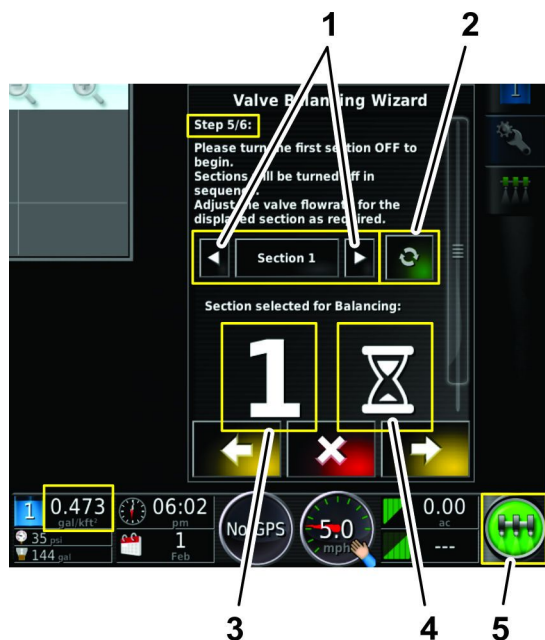

Figura 55
- Aguarde até o sistema GeoLink processar o comando de vazão (Figura 55).